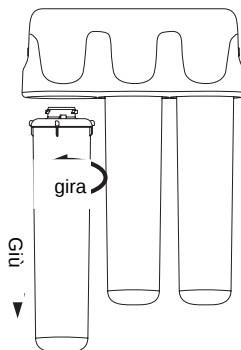

Fig. 4
- Chiudere l'acqua a monte del depuratore e aprire il rubinetto erogatore (5) per scaricare la pressione.
- Ruotare la cartuccia in senso antiorario per rimuoverla (Fig. 4).